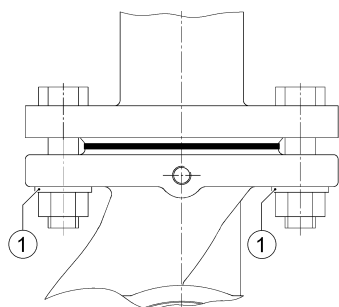

Fig. 12: Montage mit Kombiflansch
- Zwischen dem Schrauben-/Mutterkopf und dem Kombiflansch müssen die beiliegenden Unterlegscheiben (Fig. 12, Pos. 1) verwendet werden.